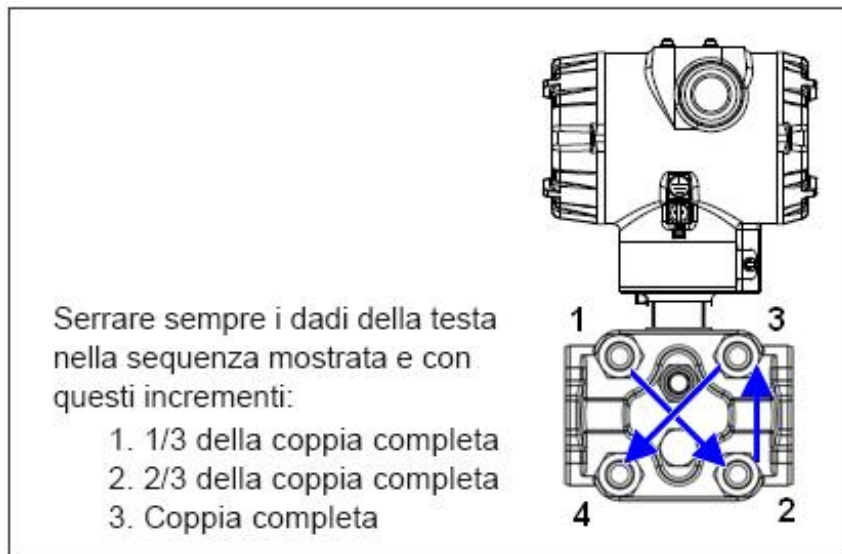

Figura 20 - Sequenza di serraggio dei bulloni della testa di processo
4. Allentare i dadi nella sequenza mostrata nella Figura 20.
12. Utilizzando una chiave di serraggio, serrare i dadi nella sequenza mostrata nella Figura 20. Serrare i dadi della testa nella sequenza seguente: 1/3 del serraggio completo, 2/3 del serraggio completo e serraggio completo. Vedere la Tabella 13 per i requisiti di coppia in base al tipo e al modello del trasmettitore.